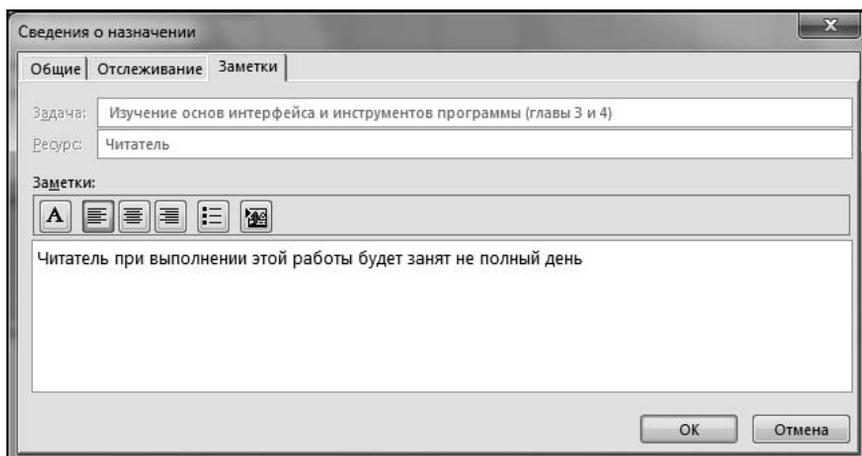

Рис. 4.59. Окно **Сведения о назначении**, вкладка **Заметки**
5. Выбор вкладки **Заметки** (рис. 4.59) позволяет вводить и форматировать произвольные комментарии для текущего назначения.